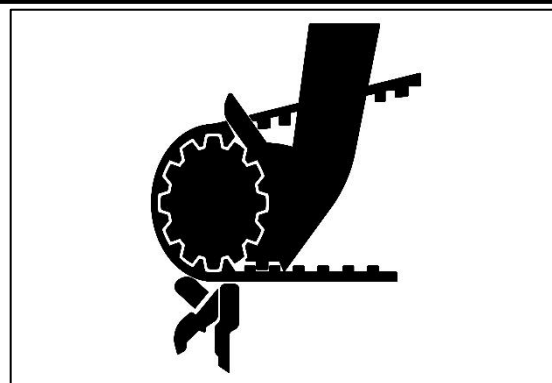

Fig. 72 : SÉCURITÉ MOTEUR - COURROIE DE VENTILATEUR
- Ne jamais entreprendre d'entretien ni de réglage avant l'arrêt complet de toutes les pièces en mouvement (Fig. 72).